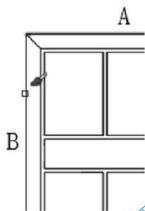

图 2.70 利用【特性匹配】换图层
(1) 单击【标准】工具栏上的【特性匹配】图标或选择菜单栏中的【修改】|【特性匹配】命令，启动【特性匹配】命令。
(2) 在**选择源对象**:提示下，选择已经被换到【室外】层上的A线。此时A线变虚并且光标变成“刷子”形状，如图2.70所示。